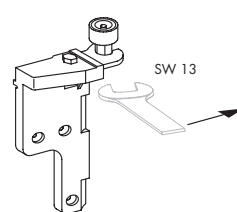

Bild 3 Führung in Stützplatte einschieben und mit Gabelschlüssel SW 13 fest anziehen
- C** Führung (**11**) jeweils in die Stützplatte des Ecklager D (**6**) und Ecklager (**15**) schieben und mit Gabelschlüssel SW 13 fest anziehen, siehe Bild 3.